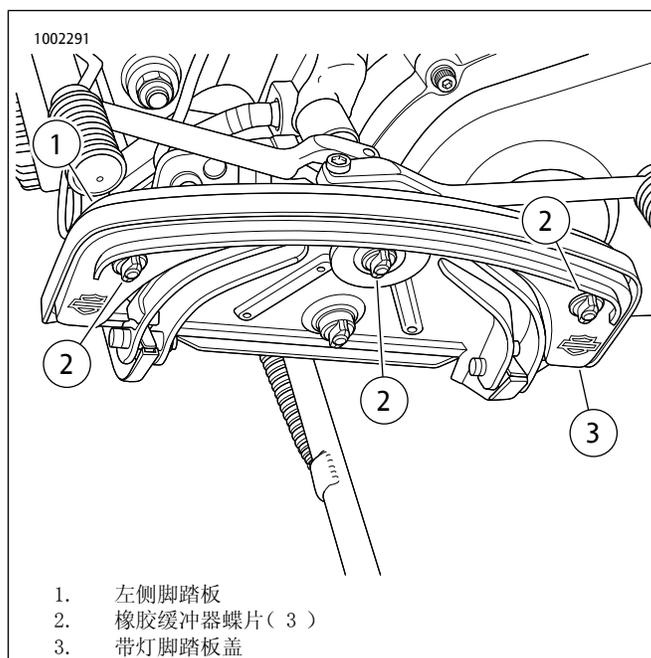

图1。带灯脚踏板盖安装
1. 参见图1。先从左侧脚踏板（1）开始，向竖直位置倾斜脚踏板以便接触到脚踏板底部。